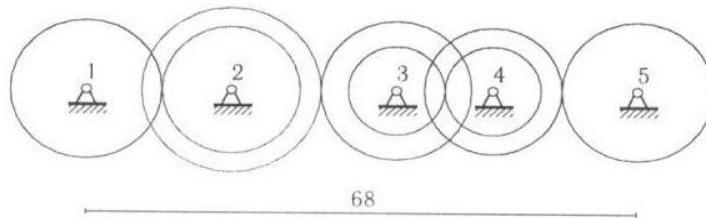

Рис. 7
**Задача 7.** Оси колес фрикционной передачи расположены на одной прямой (рис. 7). Даны радиусы колес  $r_2 = 10$  см,  $R_2 = 13$  см,  $r_3 = 7$  см,  $R_3 = 11$  см,  $r_4 = 7$  см,  $R_4 = 10$  см, расстояние между крайними осями 68 см и угловые скорости  $\omega_1 = 33$  см $^{-1}$ ,  $\omega_5 = 91$  см $^{-1}$ . Найти радиусы колес 1 и 5.